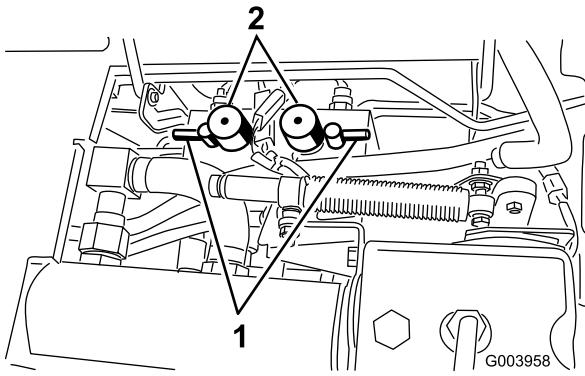

Figura 85
5. Impostate entrambi i regolatori della velocità in posizione 1 (Figura 85).
6. Selezionate le leve di lappatura anteriore, posteriore o entrambe per stabilire gli elementi da lappare (Figura 85).